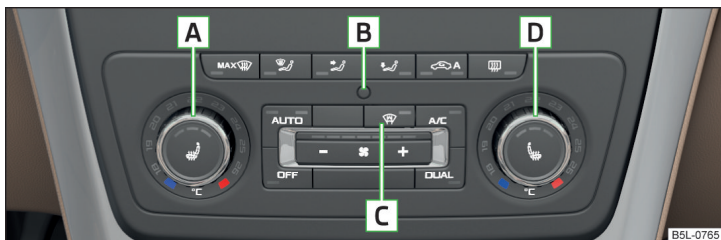

Fig. 117 Elementele de operare a Climatronic
Funcția fiecărui element de operare în parte » fig. 117
Temperatura **pentru ambele părți** se reglează prin rotirea butonului rotativ **A** » fig. 117 (lampa de control de pe tasta **DUAL** nu luminează).
- Nu lipiți nimic peste senzorul pentru temperatura din interior  » fig. 117 și nu-l acoperiți, în caz contrar se poate influența în mod nefavorabil sistemul Climatronic.